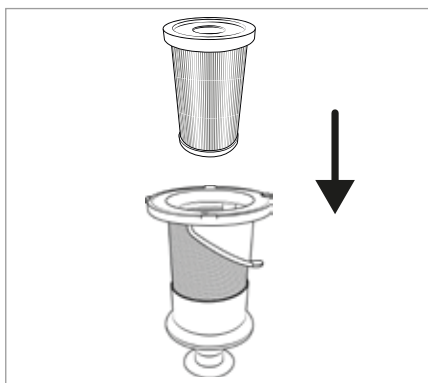

Abb. 24
- 7) Setzen Sie den EPA-Filter **5** in den Edelstahlfilter **6** ein (siehe Abb. 24).